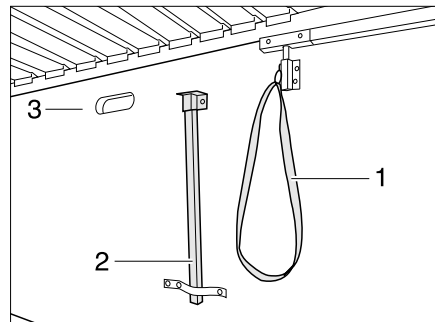

Bild 97 Stütze und Entriegelung
- Stauraumklappe öffnen und Stützfuß (Bild 97,2) unter dem Bett aufklappen.
- An Schlaufe (Bild 97,1) ziehen und Bett (Bild 97,3) nach unten kippen.